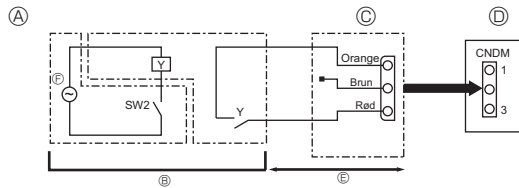

Fig. 10-2
10.2. Behovsfunktion (modifikation på stedet) (Fig. 10-2) (kun for klimaanlæg)